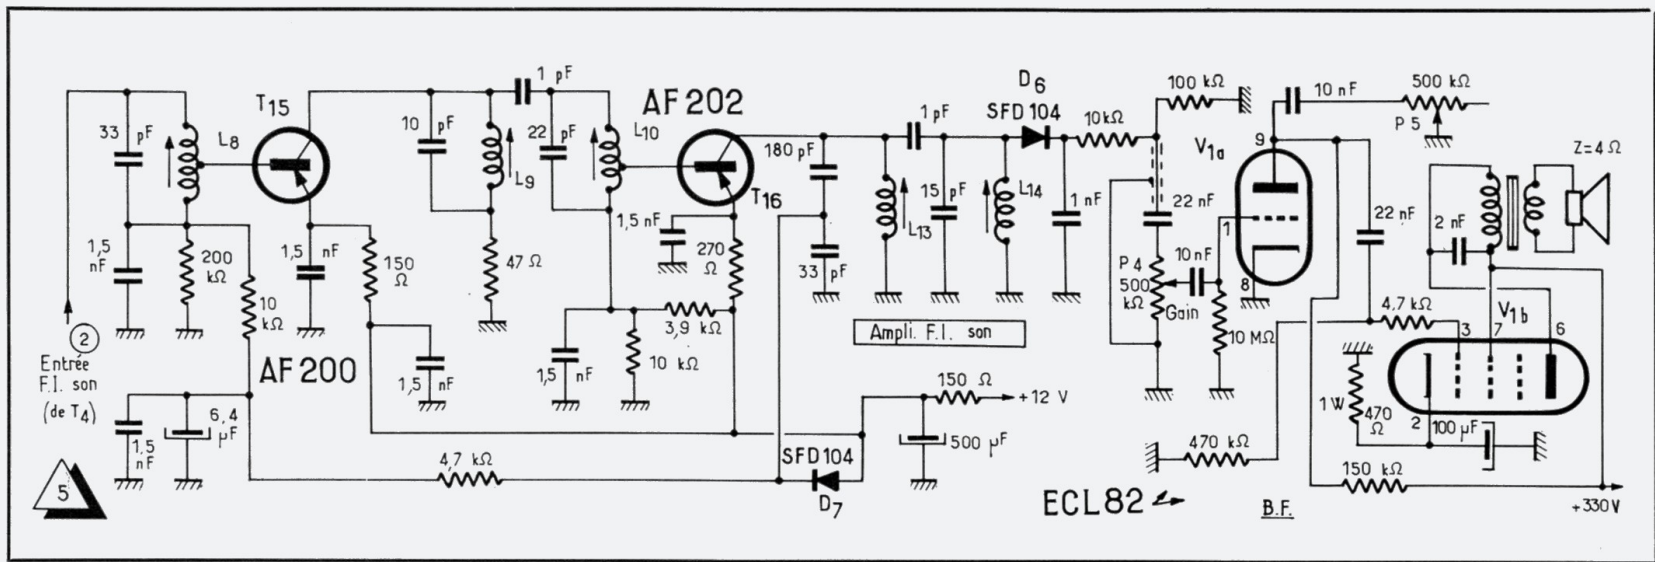

Fig. 5. — L'amplificateur F.I. son est à deux étages; la section B.F. met en œuvre une ECL 82.
Il nous faut revenir au schéma de la figure 3 pour voir que les signaux F.I. son (fig. 5), qui arrivent au point (2), sont prélevés sur le collecteur de T4 au moyen d'un condensateur de faible valeur (10 pF).